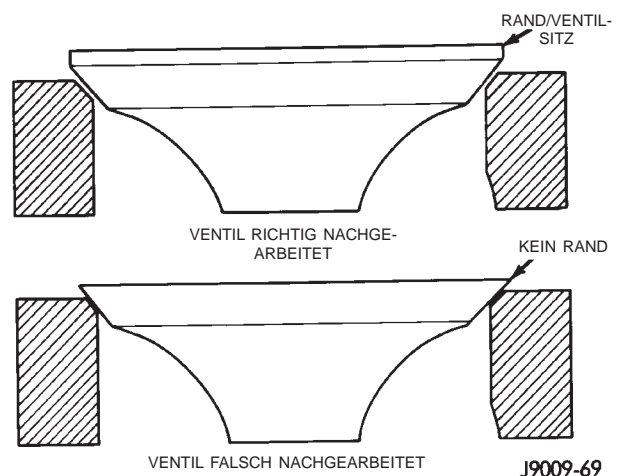

Abb. 64 Rand/Ventilsitz nach dem Nacharbeiten
(1) Ein- und Auslaßventile mit einer speziellen Ventildrehmaschine auf den vorgeschriebenen Winkel nacharbeiten.
(2) Die Ventilsitzbreite muß nach dem Nacharbeiten mindestens 0,787 mm (0,031 Zoll) betragen (Abb. 64). Ist der Ventilsitz schmaler als 0,787 mm (0,031 Zoll), so muß das Ventil ausgetauscht werden.